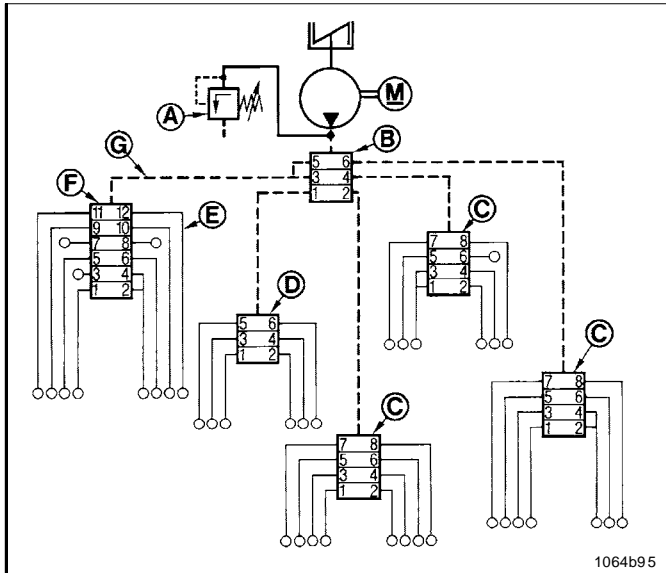

Fig. 22 Exemple d'une installation de lubrification
- Le doseur principal (B, Fig. 22) et les doseurs secondaires sont reliés entre eux par un tuyau polyamide à haute pression G. Il en résulte donc un enchaînement dans le système de lubrification progressif qui est raccordé en aval de la pompe.